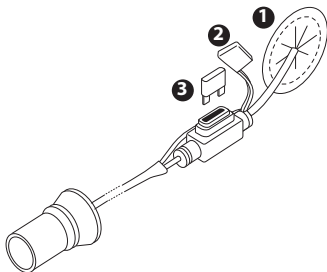

Figura 2: Substituição do fusível da bateria
2. Retire o porta-fusíveis. Consulte a Figura 2.